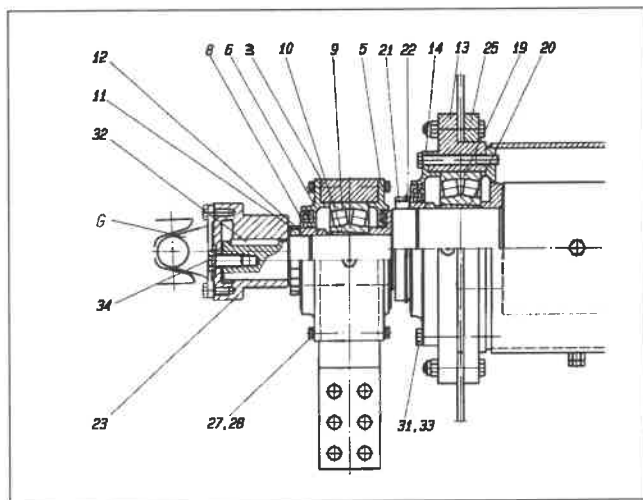

Рис. 55
- Полностью демонтируйте эксцентриковый подшипник (3) рис. 55, см. главу 7.7.3
- Снимите стопорное кольцо (22) и шлицевую гайку (21).
- Отверните лабиринтное кольцо и крышку (14), и снимите их вместе с радиальным уплотнением.
- Стяните подшипник на лапках вместе с фланцевым подшипником (19) (см. главу 7.7.5).
- Не перепутайте лабиринтную крышку (14). (На стороне привода высокий бортик.)